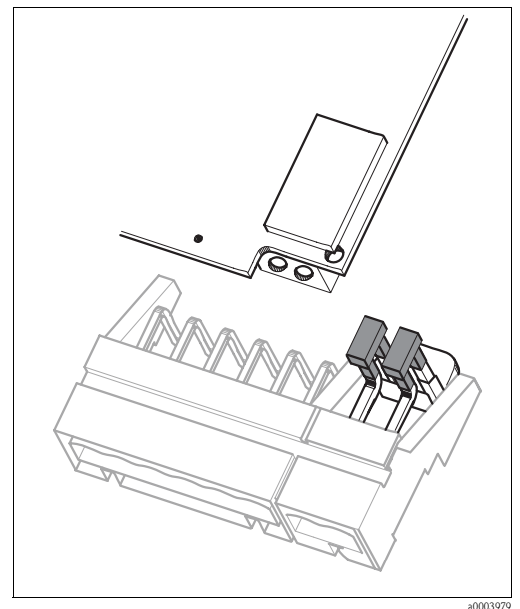

Abb. 30: pH-Eingangsmodule im Gehäusedeckel mit Jumper für Anschluss von ISFET-Sensoren
6. Stecken Sie die mitgelieferten Jumper wie in Abb. 30 dargestellt auf.